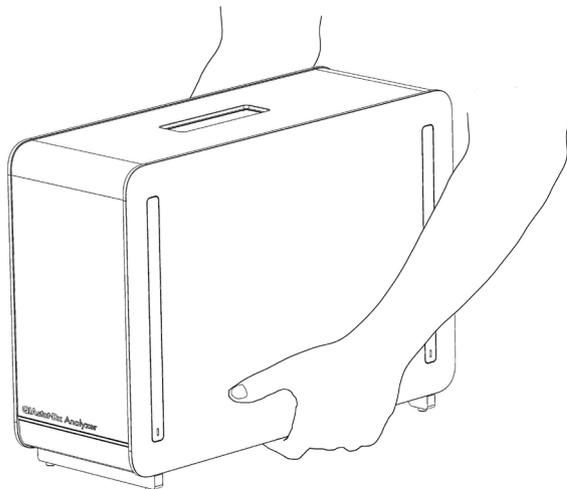

図 14. 分析モジュールの適正な取り扱い。
**注:** 分析モジュールは、次のページの図 14 に示すように、両手で基部から取り出して持ち上げ、取り扱う必要があります。